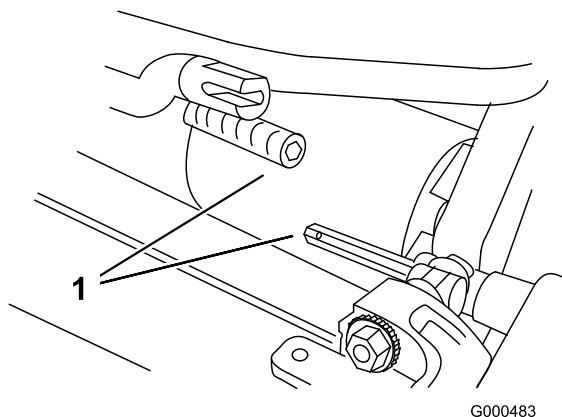

図 4
3. カッティングユニットをトラクションユニットの下に押し込み、次に左に押してトランスミッションのカップリングに接続する (図 4)。